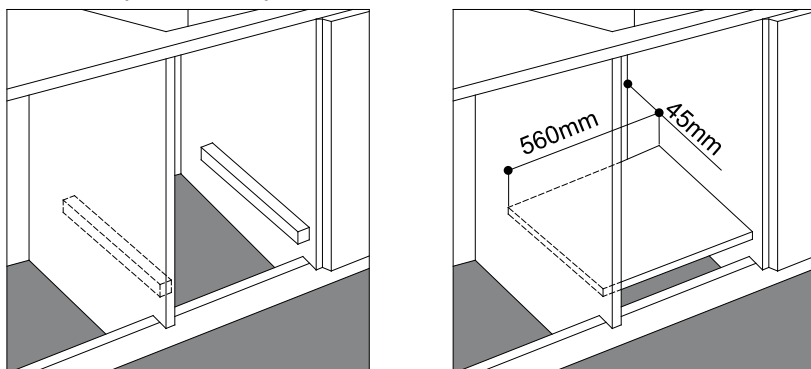

Fig. 7
8. Dacă suprafața de gătit urmează să fie instalată deasupra cuptorului încorporat, atunci este de dorit ca cuptorul să se sprijine pe două bare din lemn fixate de pereții interiori a corpului mobilei de bucătărie; în cazul dacă suprafața complexului pentru bucătărie este comună, în spatele cuptorului trebuie să se asigure un spațiu de cel puțin 45 x 560 mm (Fig. 7).